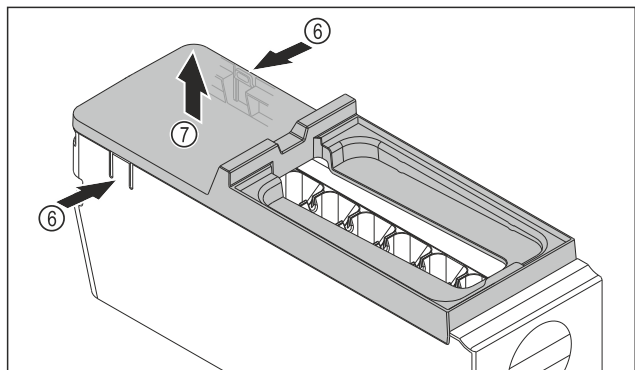

Fig. 118
- ▶ Vyjmutí krytu korpusu EasyTwist-Ice: Lamely Fig. 118 (6) na obou stranách korpusu EasyTwist-Ice stlačte jednou rukou.
- ▶ Kryt Fig. 118 (7) vyjměte druhou rukou nahoru.